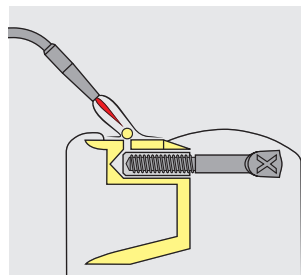

Fig. 2
**Saldatura:** Anche per la realizzazione del blocco di saldatura è necessario usare la vite di fissaggio. Al fine di garantire una saldatura completa del tubetto ed evitare l'infiltrazione di saldame nella filettatura, si consiglia di praticare un'apertura al foro cieco, ad es. eseguendo un piccolo foro o una fessura (fig. 2).